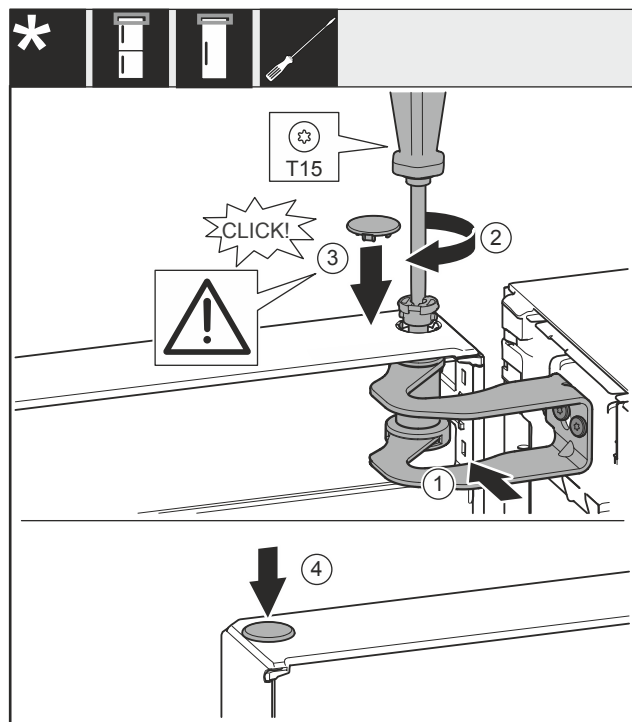

Fig. 54
- Poravnajte vrata prema otvoru u podlošku ležaja Fig. 54 (1).
- Umetnite svornjak Fig. 54 (2) i pritegnite ga odvijačem.
- Postavite poklopac Fig. 54 (3).
- Provjerite da poklopac Fig. 54 (3) naliže na vrata.
- Postavite poklopac Fig. 54 (4).